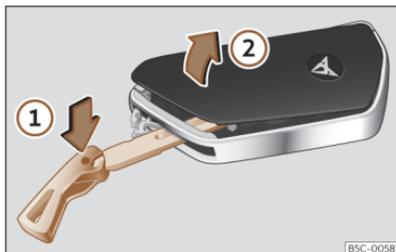

Abb. 66 Fahrzeugschlüssel: Abdeckung des Batteriefachs öffnen.
- Schlüsselbart in den Schlitz >>> (Abb. 66) stecken, in Pfeilrichtung ① drücken und Abdeckung abhebeln ②.